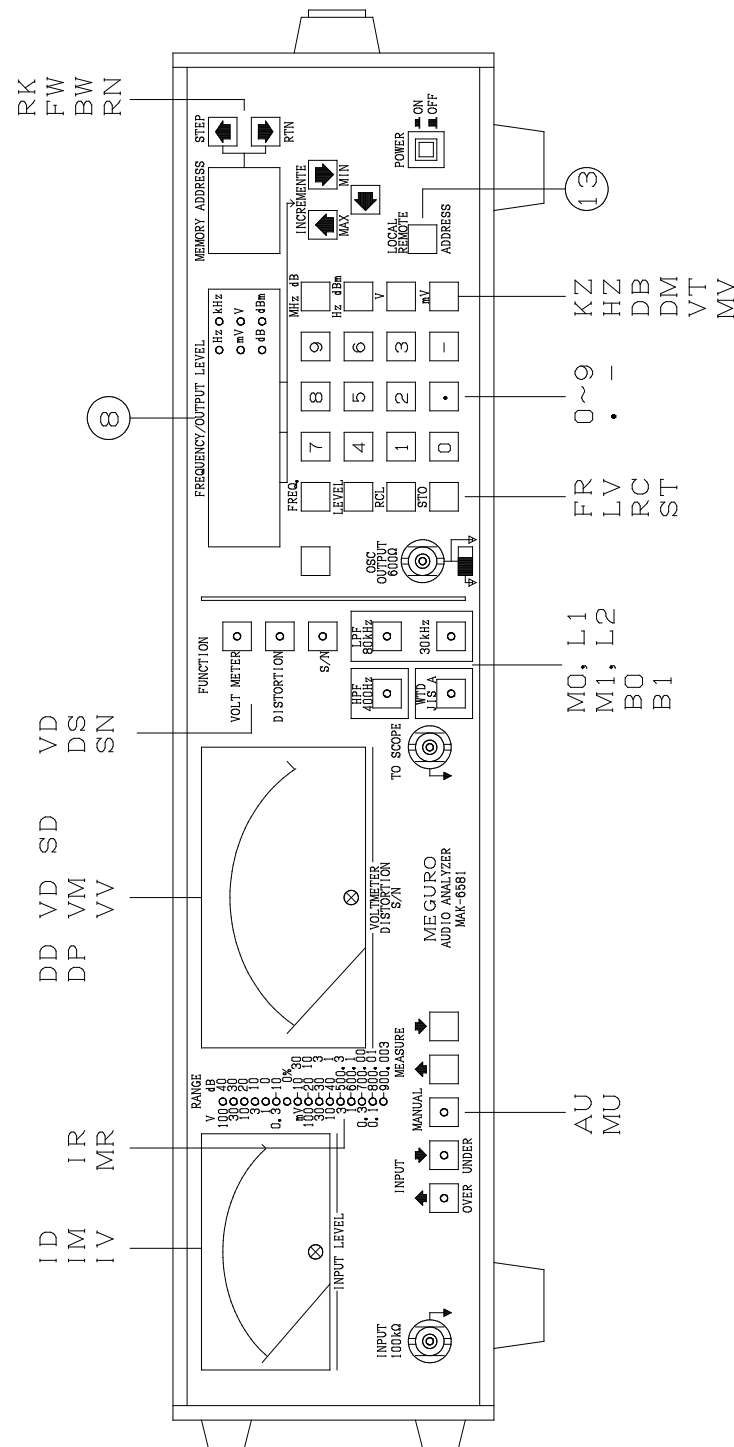

Fig. 12
9.3.1 Front Panel (See Fig. 12)
⑬ LOCAL, ADRS Key